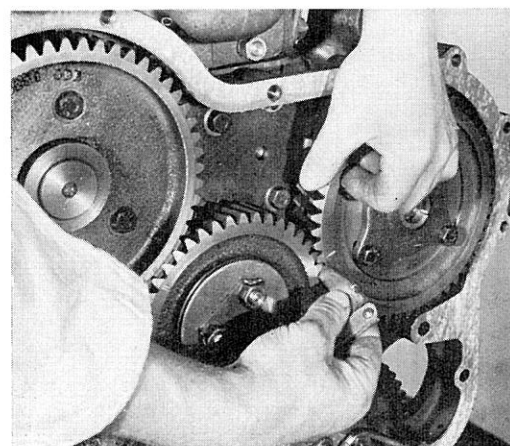

Fig. J3.
- Contrôler le jeu entre les pignons comme indiqué sur la Fig. J3 à l'aide d'une cale d'épaisseur. Le jeu doit se situer entre 0,08 et 0,15 mm.